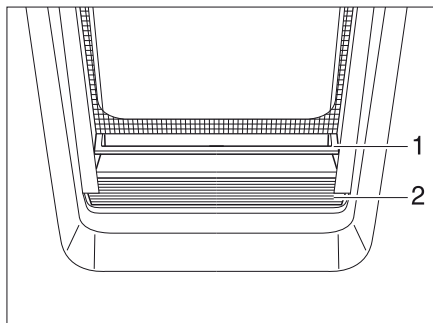

Bild 52 Plisségardin
**Stänga:** ■ Ta tag i plisségardinen (Bild 52,2) i mitten av grepplisten (Bild 52,1) dra den nerifrån och upp och släpp i önskad höjd. Plisségardinen stannar i denna position.